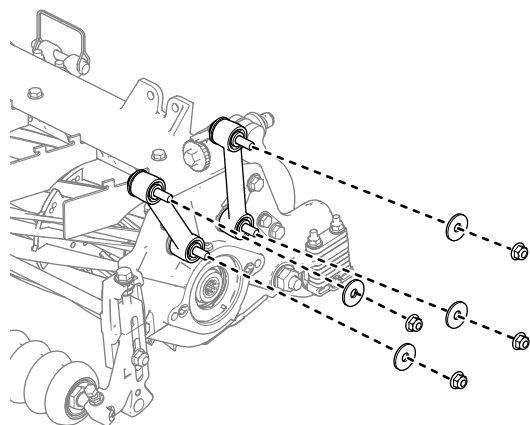

Figura 21
1. Retire as porcas e anilhas que fixam as ligações de elevação à placa lateral da unidade de corte e estrutura de suporte (Figura 21). Descarte as anilhas.